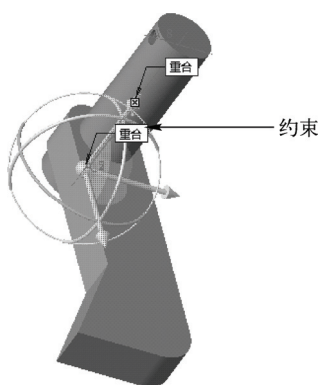

图 11-79 创建“重合”约束
STEP 05 在“放置”下滑面板中单击“新建约束”按钮，在连杆轴的“A_2”轴上单击鼠标左键，移动鼠标指针至连杆柄的“A_2”轴，单击鼠标左键，创建“重合”约束，如图 11-79 所示。